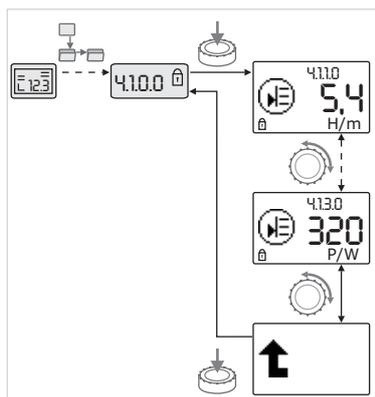

Fig. 34 : Appeler des informations
- Une rotation du bouton rouge permet de faire défiler les éléments de menu de type « Information » du sous-menu actuel (voir fig. 34). Pour des explications sur les réglages représentés par des symboles, voir le tableau au chapitre 8.7 « Référence des éléments de menu » à la page 160.